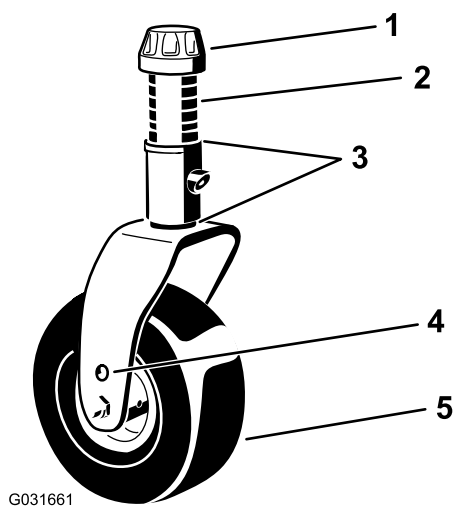

Рисунок 23
4. С помощью прилагаемого ключа для колпачковых гаек поворотных колес, ослабьте колпачковую гайку и снимите ее с вала поворотного колеса, затем извлеките вал из рычага поворотного колеса (Рисунок 23).